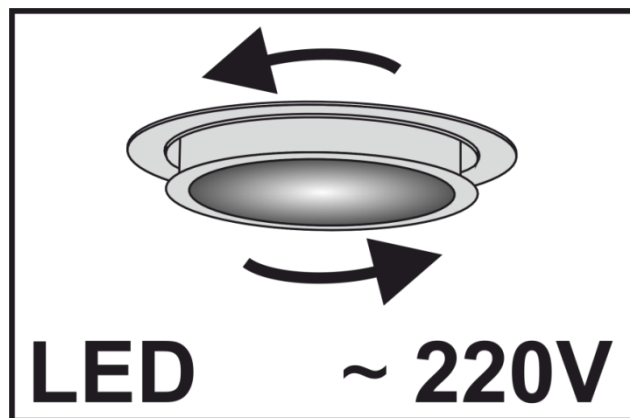

**Fig.6**
7.8 Pour la dépose du filtre d'aluminium (fig. 6) Il fut appuyer sur le loquet à ressort et, ayant tiré pour lui-même et en bas, déposer le filtre du panneau. L'installation du filtre accomplir dans l'ordre inverse.